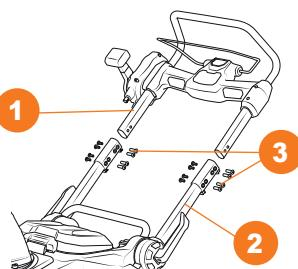

Рис. 10
- Соедините верхнюю часть рукоятки ① с нижней ②, и закрепите ее крепежными элементами ③ (Рис. 10).